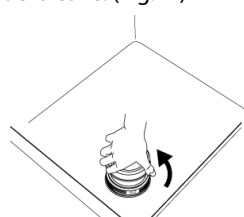

Fig.44
- 6- Dévisser le bouchon de la réserve à sel placé à l'intérieur de la cuve. (Fig.44)